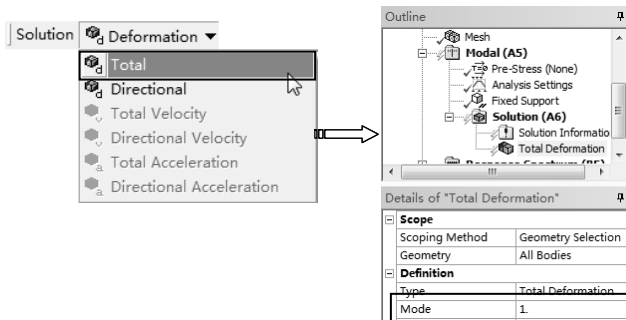

图 6-79 设置求解模态变形
2) 在【Outline (分析树)】中选择【Solution (B6)】节点, 单击【Solution】工具栏上的【Deformation】|【Total】命令, 此时在分析树中插入【Total Deformation】项, 如图 6-79 所示。